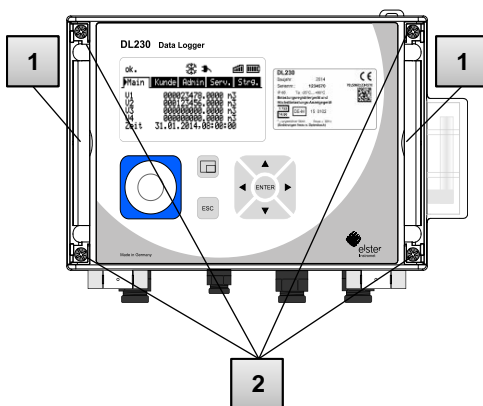

Abb. 26
8. Schließen Sie das Gehäuse mit Hilfe der vier Gehäusedeckelschrauben (Abb. 26, Pos. 2).